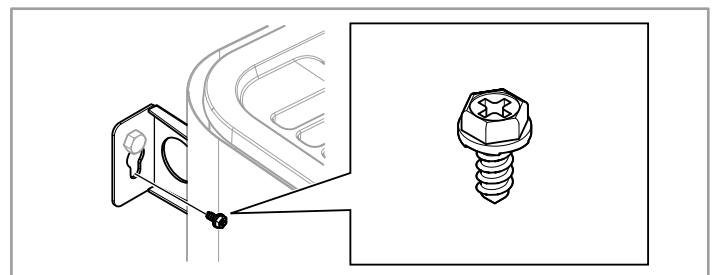

Figure 14 : Vis de verrouillage de support
12. Bloquez le poêle en place avec la vis de verrouillage (voir figure 14).